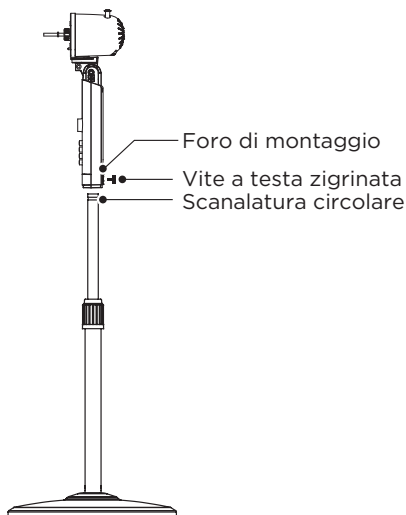

Fig.4
- 5 Posizionare l'unità principale sulla colonna e serrare la vite a testa zigrinata allineandola con la scanalatura sull'asta interna. (Fig. 4)